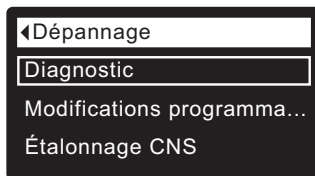

FIG. 95
2. Pour ouvrir l'écran de diagnostic à partir d'un écran d'état dynamique (lorsqu'un code d'erreur n'est pas affiché), appuyez sur le sélecteur (O) pour afficher le **Menu principal**.
4. Appuyez sur le sélecteur (O) pour afficher le menu des fonctions avancées.
6. Appuyez sur le sélecteur (O) pour afficher le menu de dépannage (cf. Figure 95).
1. À partir d'un écran d'état dynamique, appuyez sur le sélecteur (O) pour afficher le **Menu principal**.
3. Appuyez sur le sélecteur (O) pour afficher le menu des fonctions avancées.
5. Appuyez sur le sélecteur (O) pour afficher le menu de dépannage (cf. Figure 95).
- **Annuler** vous fait revenir au menu de dépannage (Figure 95).
9. Appuyez sur le sélecteur (O).